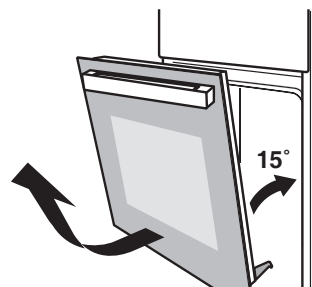

Fig. 2
- Închideți ușa la un unghi de aproximativ 15° (fig. 2).